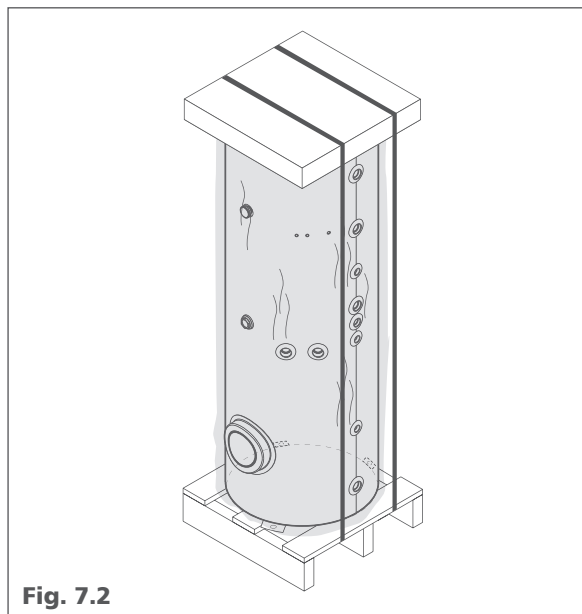

Fig. 7.2
**Ricevimento del prodotto (Fig. 7.2)**